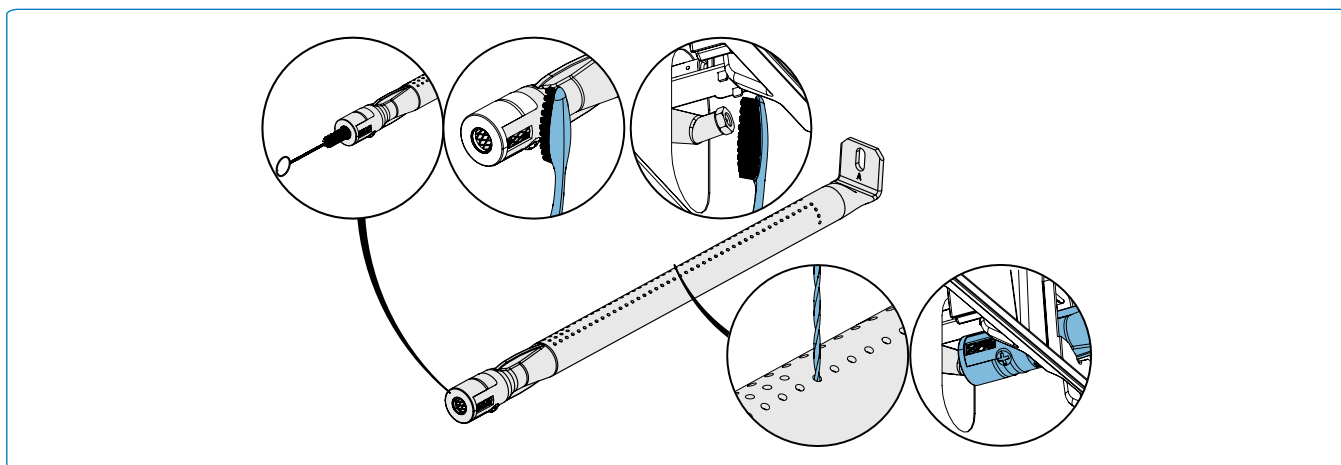

Fig. 19
1. Retire el/los tornillo(s) que sujetan el quemador a la pared trasera de la parrilla. Deslice el quemador hacia atrás y hacia arriba para retirarlo. **(Fig.19)**.